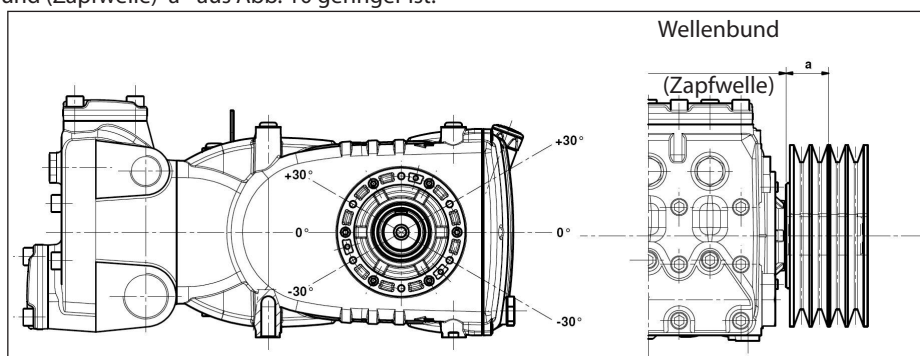

Abb. 10
Die radiale Belastung der Welle darf 7500 N (für die Definition der Anordnung erforderlicher Wert) nicht übersteigen. Der Antrieb gilt als richtig bemessen, wenn die Belastung bei einem maximalen Abstand $a=40$ mm vom Wellenbund (Zapfwelle) angewandt wird, siehe Abb. 10.
- b) Verwenden Sie Hochleistungsriemen - zum Beispiel **XPB** statt **SPB** - da hierbei weniger Riemen bei gleicher Leistungsübertragung benötigt werden und der Abstand zum Wellenbund (Zapfwelle) "a" aus Abb. 10 geringer ist.